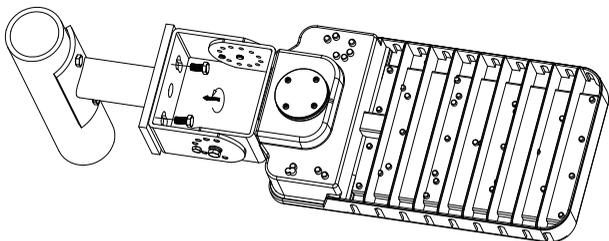

FIG. 14
1. Serrez le luminaire sur le poteau ou sur l'adaptateur à tourillon avec deux boulons M12 (voir la **FIG. 14**).